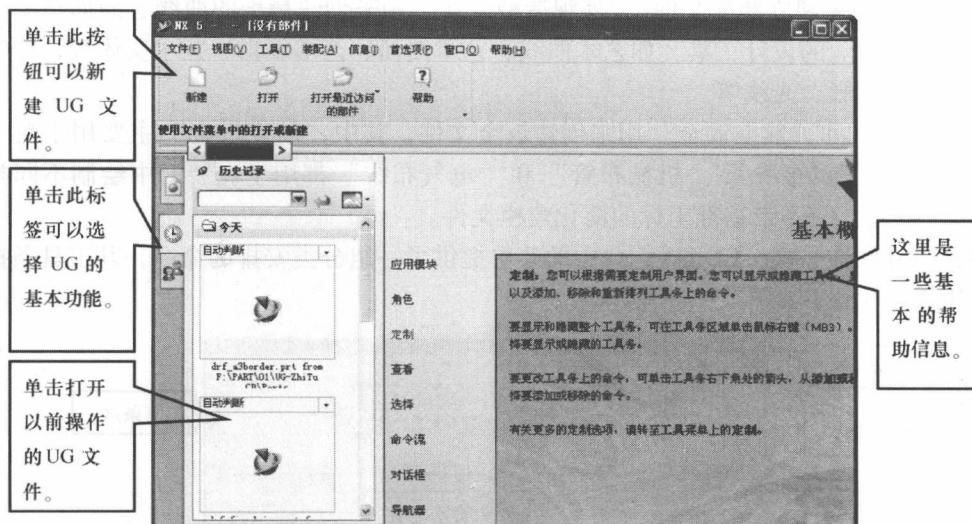

图 1-4
(1) 启动 UG NX 5.0 后，系统将显示图 1-4 所示的操作界面。选择“文件”→“新建”菜单或单击工具栏中的“新建”按钮，均可打开图 1-5 所示“新建”对话框。选择默认的新建文件类型（“模型”），单击“确定”按钮打开绘图界面。